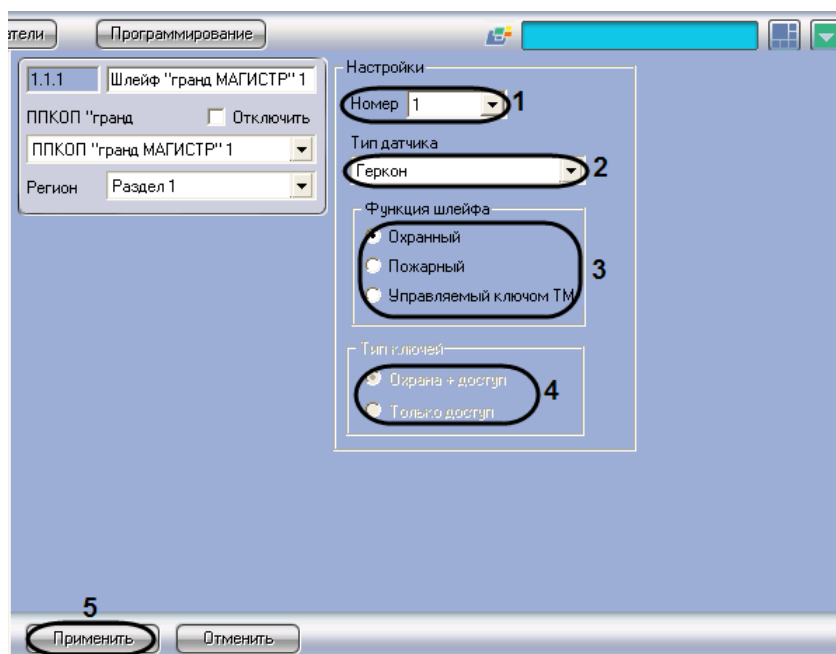

Рис. 3.4-2 Настройка шлейфа сигнализации
1. Перейти на панель настройки объекта **Шлейф “Гранд МАГИСТР”** (Рис. 3.4-2).
2. Из раскрывающегося списка **Номер** выбрать номер шлейфа сигнализации (см. Рис. 3.4-2, 1)
3. Из раскрывающегося списка **Тип датчика** выбрать тип датчика, включенного в шлейф сигнализации (см. Рис. 3.4-2, 2)
4. В группе **Функция шлейфа** установить переключатель в положение, соответствующее функции шлейфа сигнализации (см. Рис. 3.4-2, 3)
5. В группе **Тип ключей** установить переключатель в положение, соответствующее типу ключа Touch Memory, используемого для управления шлейфом сигнализации (ключ охраны и доступа или ключ только доступа) (см. Рис. 3.4-2, 4).
*Примечание. Данная настройка доступна для редактирования в случае, если в группе **Функции шлейфа** выбрано значение **Управляемый ключом ТМ** (см. Рис. 3.4-2, 3).*
6. Для сохранения внесенных изменений в базе данных ПК ACFA Intellect нажать кнопку **Применить** (см. Рис. 3.4-2, 5).